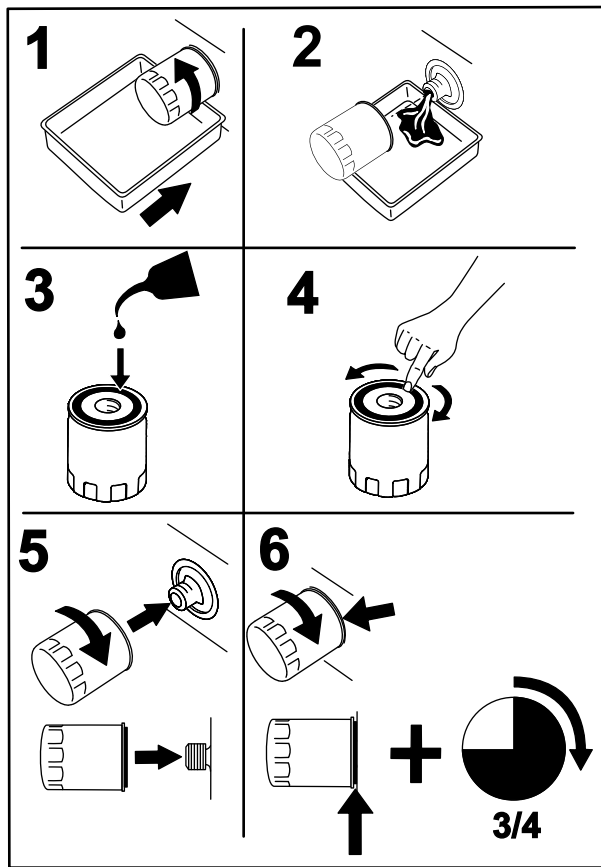

Figura 43
- Cambie el filtro de aceite del motor (Figura 43).